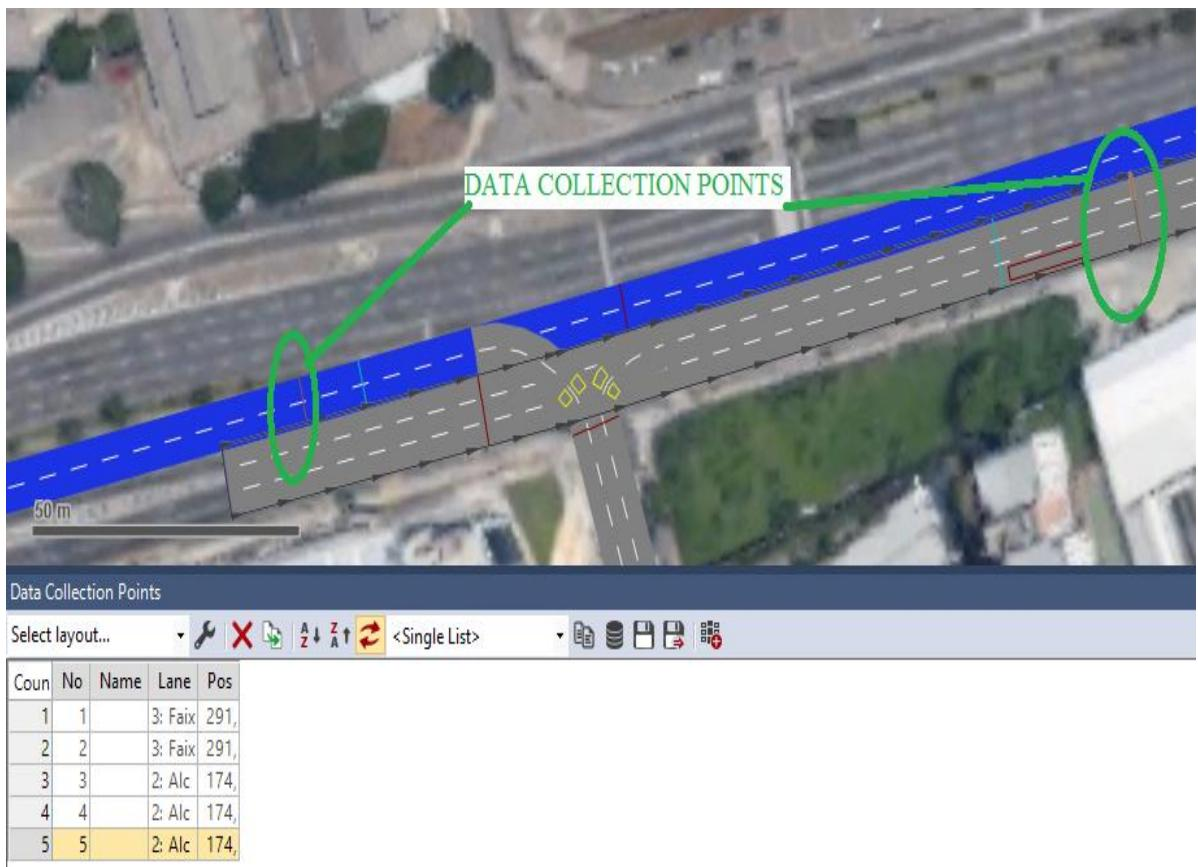

Figura 33
70. No menu **Network Objects**, selecione a opção **Data Collection Point**. Aperte CTRL e com o botão direito, coloque-os em cada faixa das vias: Faixa Reversa, Av. Alcântara Machado e Dr. Fomm, nos pontos indicados na Figura 33.